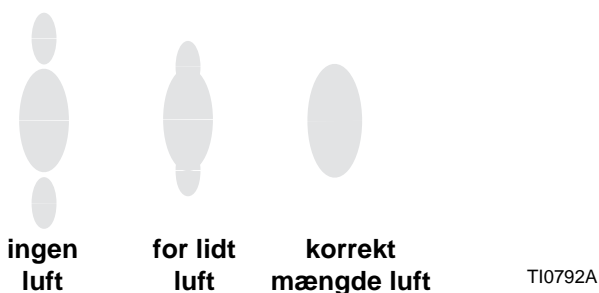

FIG. 8. Problemer med spredningsmønster
2. Se FIG. 8. Indstil forstøvningslufttrykket til ca. 35 kPa (0,35 bar, 5 psi) ved aktivering af aftrækkeren. Kontrollér spredningen, og øg derefter langsomt lufttrykket, indtil forstøvningen er fuldstændig og trukket ud i spredningsmønstret. Lufttrykket til pistolen må ikke overstige 0,7 MPa (7 bar, 100 psi).